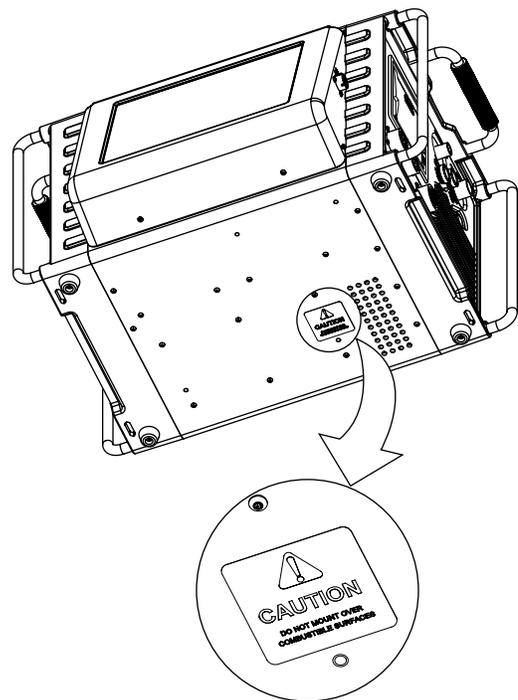

Fig. 1—Etiqueta de precaución de montaje de la Unidad de potencia M200
- No instale la Unidad de potencia M200 sobre una superficie inflamable. Consulte la etiqueta en la parte inferior de la Unidad de potencia M200 (Fig. 1).